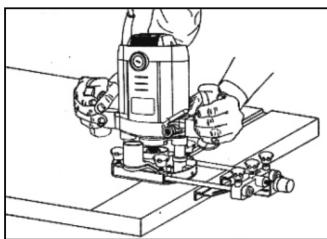

Fig. 3 – Fresando com a guia paralela
- Monte a guia paralela conforme mostra a Fig. 3;